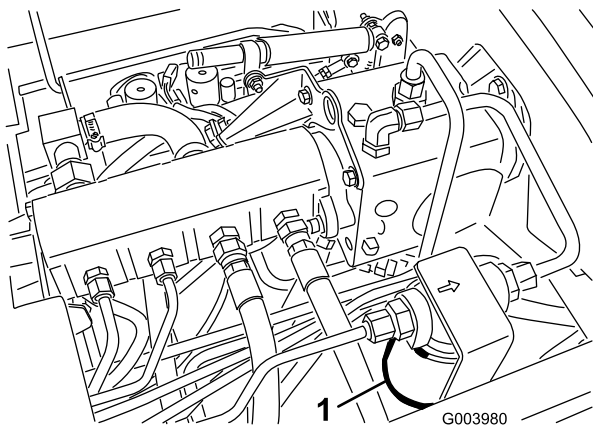
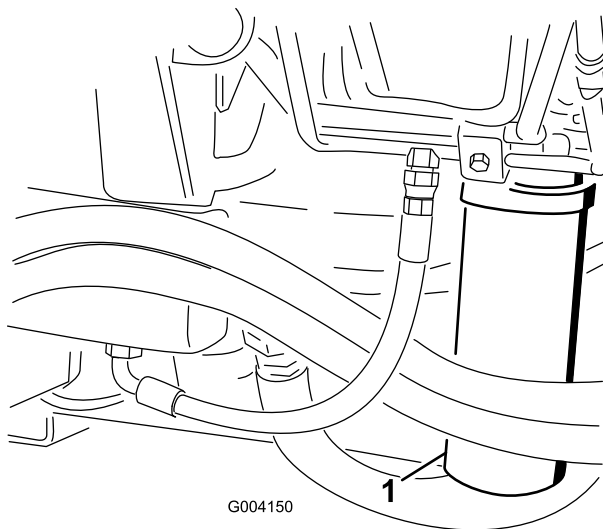

Рисунок 80
Рисунок 81
2. Очистите область вокруг места крепления фильтра и установите сливной поддон под фильтр (Рисунок 80) и (Рисунок 81).